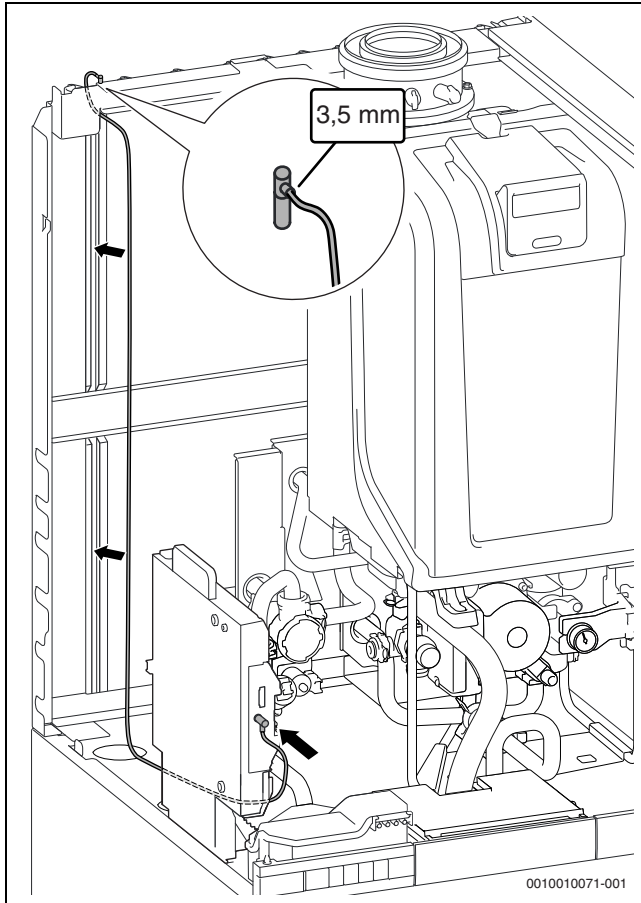

Fig. 184 Raccordement et pose du câble au Buderus Logamatic web KM100
- Poser le câble pour le raccordement Buderus Logamatic web KM100 des pièces fournies comme indiqué dans la figure 184.